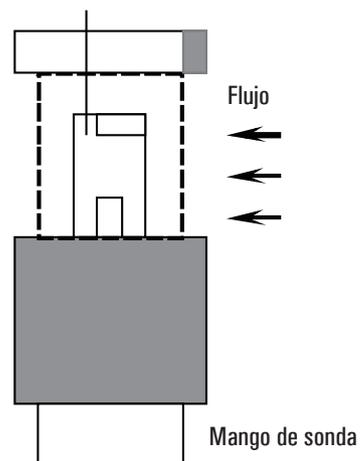
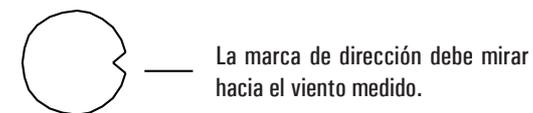

Fig 4
Fig 5
5. Deslice la cubierta del sensor hacia abajo, deje que el sensor de velocidad del aire entre en contacto con el aire, consulte la Fig.2. Extienda la sonda del telescopio a la longitud conveniente, consulte la Fig.4.
Hay una marca en la parte superior de la "Cabeza del sensor". Cuando realice la medición, esta marca debe estar contra el viento medido, consulte la Fig. 4, Fig. 5. Cuando la cabeza del sensor esté frente al aire de medición, luego la cabeza del sensor frente a la medición aire, entonces la pantalla superior mostrará el valor de la velocidad del aire. La pantalla inferior mostrará el valor de la temperatura.